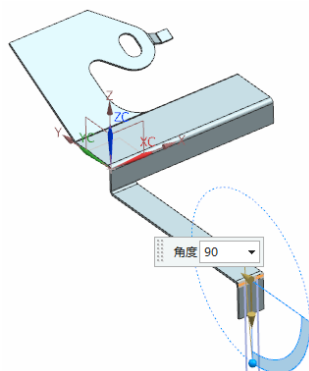

图 4-129 选择弯边
(7) 选择弯边，同时在视图区预览显示所创建的弯边，如图 4-129 所示。在“弯边”对话框中，设置“宽度选项”为 完整，“长度”为 18，“角度”为 90，“参考长度”为“外部”，“内嵌”为“折弯外侧”，在“折弯止裂口”和“拐角止裂口”下拉列表框中选择“ 无”。